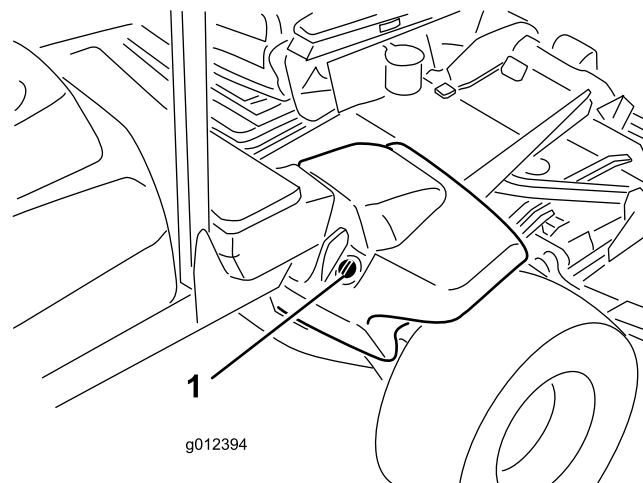

Figura 17
2. Limpie la zona alrededor del cuello de llenado y el tapón del depósito hidráulico (Figura 17). Retire el tapón del cuello de llenado.